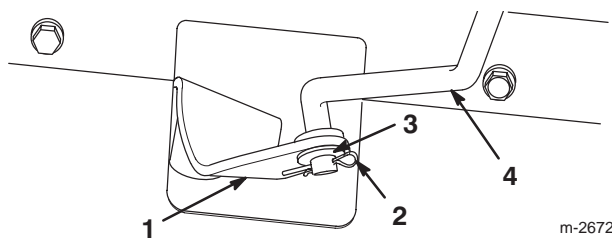
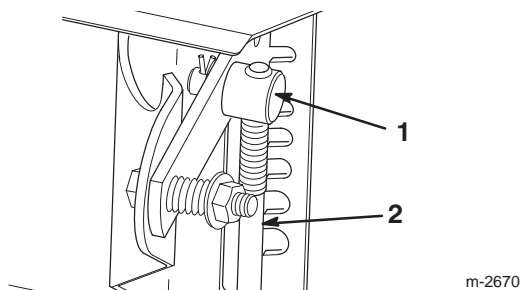

Figure 7
Figure 9
1. Tirez le bras de changement de vitesse à fond vers l'extérieur (Fig. 7).
3. Vissez le haut de la tige de changement de vitesse dans le tourillon (Fig. 9) jusqu'à ce que le bas de la tige puisse être inséré dans le trou du bras de changement de vitesse (Fig. 7).
4. Insérez la tige de changement de vitesse dans le bras, mettez une rondelle plate sur la tige et fixez le tout à l'aide d'une goupille fendue (Fig. 7).